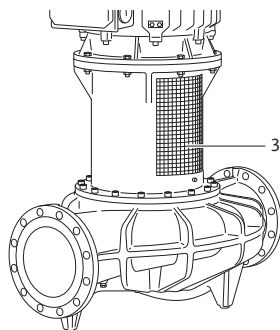

Fig. 48: Монтирана предпазна ламарина на куплунга
- Помпата трябва да работи с монтираната предпазна ламарина на куплунга (Fig. 48, поз. 3).